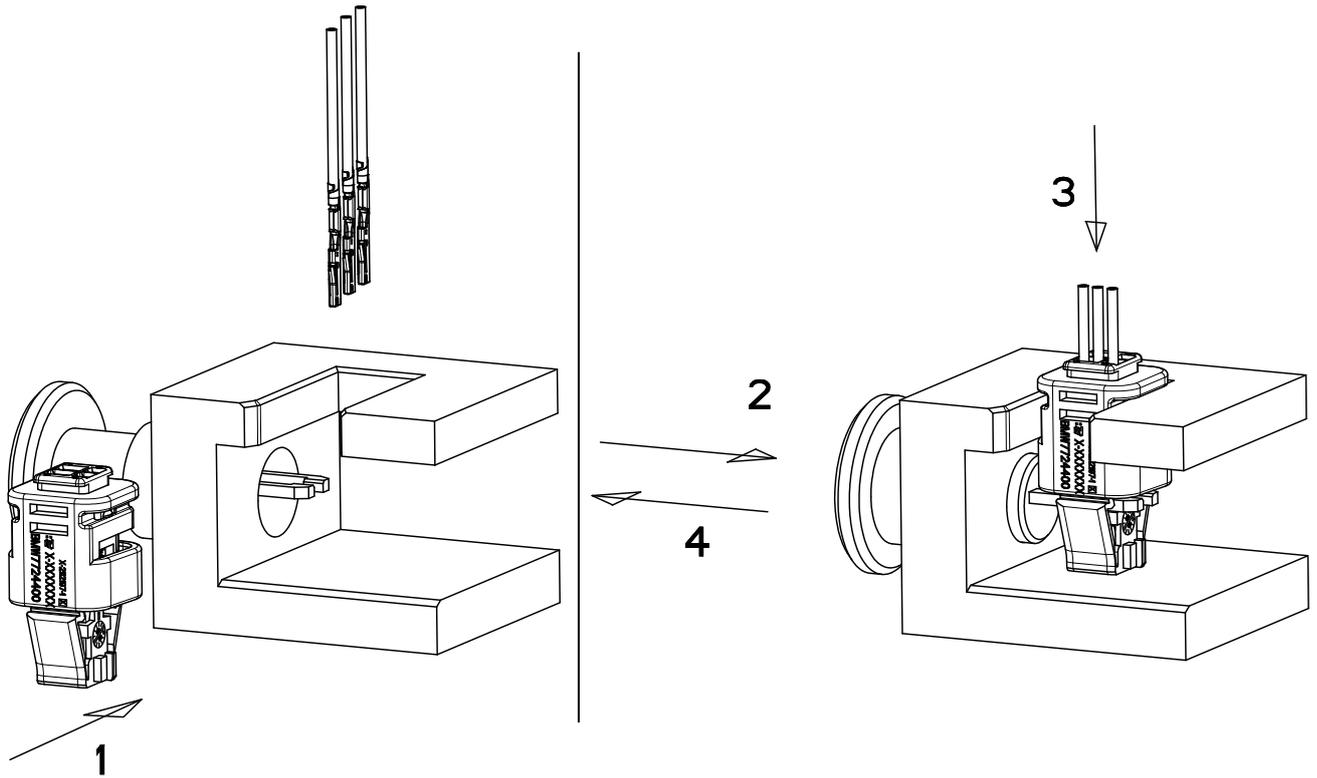

Fig.3b
B. TESTING WHILE CONTACT-LOADING WITH FIXTURE. SEE Fig.3b.
B. Prüfung während der Bestückung mittels Vorrichtung: Ausführung siehe Fig.3b.